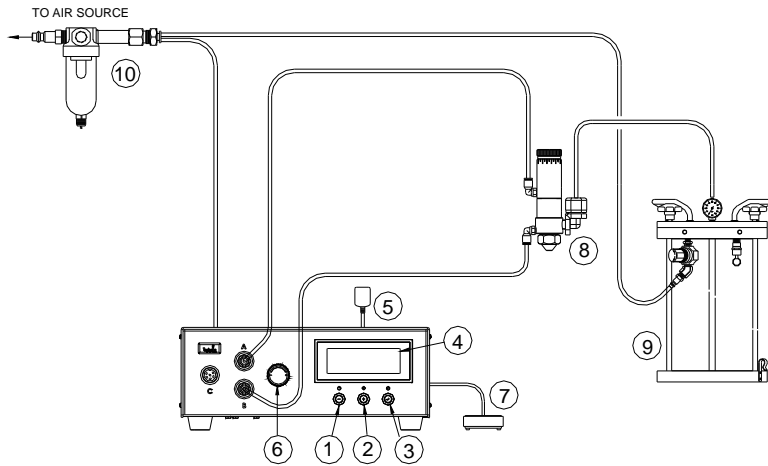

Figure 4.0
1. Mantenga presionado el botón de ajuste (3) durante dos segundos para ingresar en la pantalla de configuración.
2. Mantenga presionado el botón de ajuste (3) y el botón de modo (2) simultáneamente para borrar el contador.
3. Mantenga presionado el botón de ajuste (3) durante dos segundos para salir de la pantalla de configuración.
5.2.1 Connecting The Unit: (Refer to Figure 4.0)